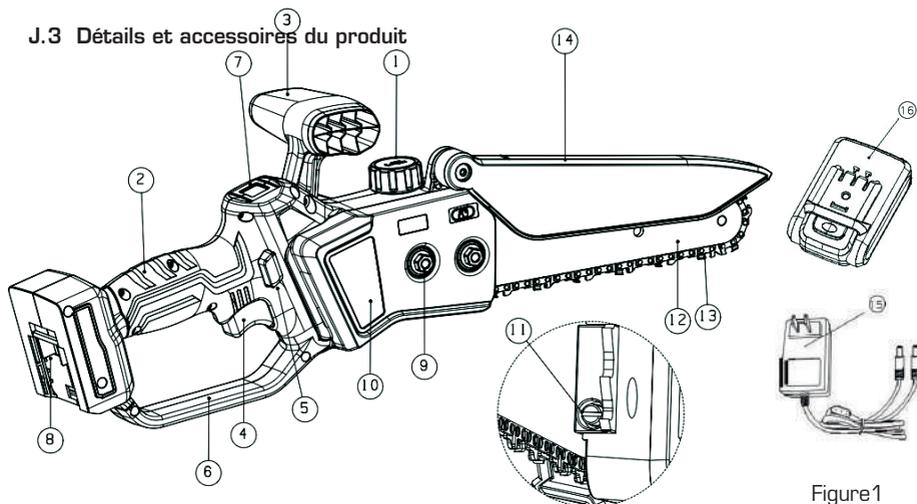

Figure1
- b) Vérifier la tension de la chaîne spéciale n° 13 (Figure 1), si elle est trop lente ou trop serrée, procéder au réglage comme spécifié au paragraphe Q.4
- d) Vérifier que les deux écrous de blocage spéciaux n° 9 (Figure 1) sont correctement vissés
- b) Retirez le couvercle de protection du pignon, dévissez les deux écrous de blocage n° 9 et retirez la plaque de protection du pignon n° 10 (Figure 1)